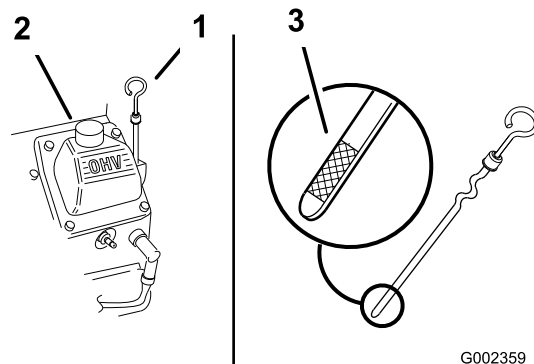

Bild 16
2. Reinigen Sie den Bereich um den Ölpeilstab (Bild 16), damit kein Schmutz in den Einfüllstutzen gelangen und den Motor beschädigen kann.
3. Nehmen Sie den Peilstab heraus und wischen Sie ihn ab. Stecken Sie ihn dann ein (Bild 16).
Der Ölstand sollte an der Voll-Marke am Metallende des Ölpeilstabes liegen (Bild 16).
5. Wenn der Ölstand unter der Voll-Marke liegt, nehmen Sie den Fülldeckel ab (Bild 16) und gießen Sie genug Öl ein, um den Ölstand bis zur Voll-Marke anzuheben. **Füllen Sie nicht zu viel ein.**